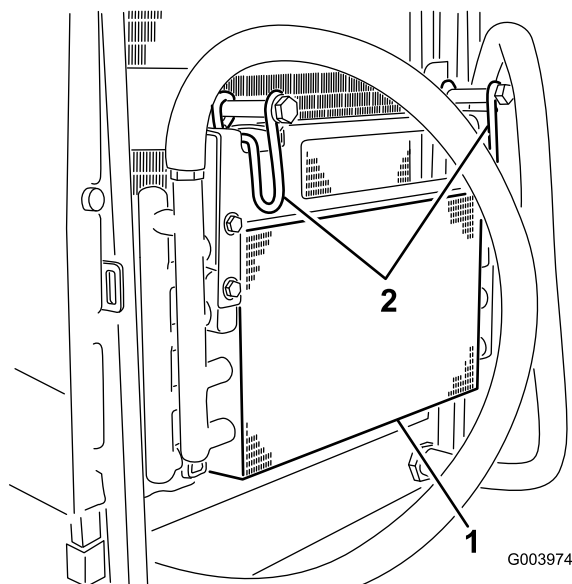

Figura 71
5. Girate i fermi verso l'interno per rilasciare il radiatore dell'olio (Figura 71).